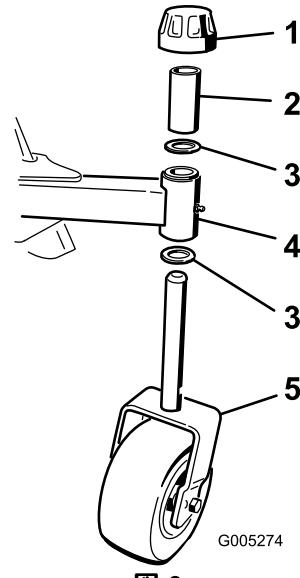

図 3
- キャスターホイールのスピンドルシャフトからテンショニングキャップを外す図3。スピンドルシャフトからスペーサとスラストワッシャ各1を抜き取る。スラストワッシャ1枚をシャフトに残す。
け、テンショニングキャップでアセンブリを固定する図3。